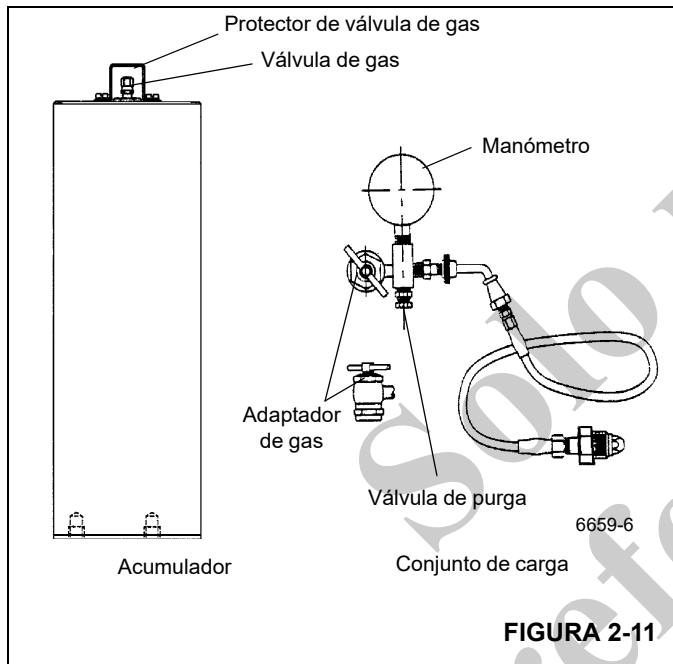

FIGURA 2-11
1. Con el motor apagado, descargue todo el aceite a presión almacenado en los acumuladores pisando el pedal de frenos de servicio en la cabina varias veces. Retire el protector y la tapa de la válvula de gas del acumulador (Figura 2-11).
2. Antes de conectar el conjunto de carga de gas (Figura 2-11) a la válvula de gas del acumulador, desenrosque la manija en "T" del adaptador de gas completamente (gírela en sentido contrahorario).
6. Si la presión mide $1400 +50/-0$ psi ($9.7 +0.4/-0$ MPa), retire el conjunto de la válvula de carga girando la manija en T completamente hacia fuera en el adaptador de gas y después abriendo la válvula de purga (Figura 2-11).
1. Con el motor apagado, descargue todo el aceite guardado en los acumuladores pisando el pedal de frenos de servicio varias veces. Retire el protector y la tapa de la válvula de gas del acumulador (Figura 2-11).
3. Antes de conectar el conjunto de carga (Figura 2-11) a la válvula de gas del acumulador, desenrosque la manija en T del adaptador de gas completamente (gírela en sentido contrahorario).
7. Si la presión de precarga es mayor que $1400 +50/-0$ psi ($9.7 +0.4/-0$ MPa), entonces cierre la válvula del cilindro de nitrógeno y abra la válvula de purga lentamente en el conjunto de carga (Figura 2-11) hasta que la presión de precarga tenga el valor correcto.